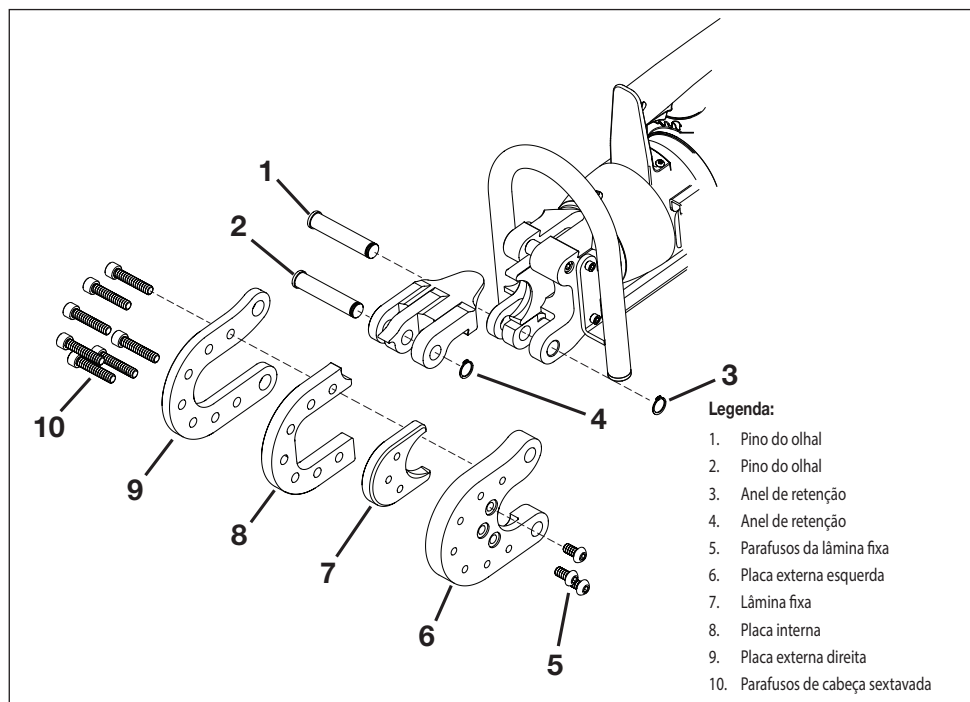

Figura 12, troca da lâmina fixa
Troque a lâmina fixa conforme descrito nos passos seguintes. Consulte a Figura 12, itens 1, 2 e 3.
5. Remova os anéis de retenção (Figura 12, itens 3 e 4). Remova os pinos do olhal (Figura 12, itens 1 e 2) e do cabeçote de corte (Figura 12, itens 5 - 10).
6. Remova os sete parafusos de cabeça sextavada (Figura 12, item 10).
7. Separe a placa externa do lado esquerdo (Figura 12, item 6), placa interna (Figura 12, item 8) e placa externa do lado direito (Figura 12, item 9).
8. Remova os três parafusos da lâmina fixa (Figura 12, item 5) e a lâmina fixa (Figura 12, item 7).
9. Instale a nova lâmina fixa (Figura 12, item 7) na placa externa do lado esquerdo (Figura 12, item 6) com os três parafusos da lâmina fixa (Figura 12, item 5) e aplique um torque a 50 Nm [37 ft-lb]. Também aplique Loctite 243 ou equivalente.
10. Monte a placa externa do lado esquerdo (Figura 12, item 6), a placa interna (Figura 12, item 8) e a placa externa do lado direito (Figura 12, item 9) usando sete parafusos de cabeça sextavada (Figura 12, item 10). Aplique torque a 50 Nm [37 ft-lb]. Também aplique Loctite 243 ou equivalente.
11. Fixe a trava ao cabeçote de corte usando o pino do olhal (Figura 12, item 2) e anel de retenção (Figura 12, item 4).
12. Fixe o cabeçote de corte (Figura 12, itens 5 - 10) ao corpo da ferramenta usando o pino do olhal (Figura 12, item 1) e anel de retenção (Figura 12, item 3).